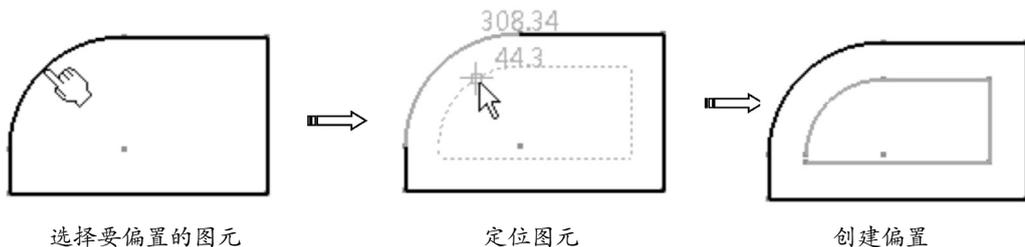

图 5-40
- 点拓展 ☞ ：此方式是在要偏置的图元上选择一点，然后偏置与之相连的所有图元，如图 5-40 所示。